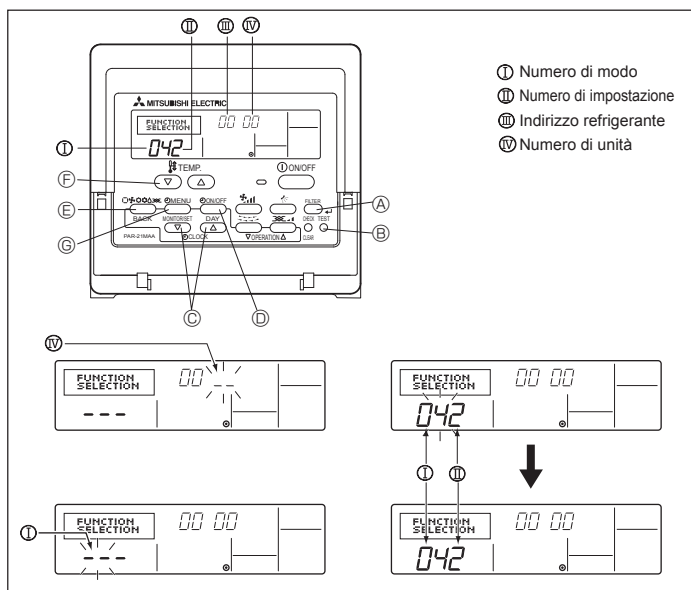

Fig. 6-9
1) Per il comando a distanza con filo (Fig. 6-9)
- ① Passare al modo di impostazione funzioni. Spegner il comando a distanza. Premere contemporaneamente i tasti FILTER (A) e TEST RUN (B) e tenerli premuti per almeno 2 secondi. FUNCTION inizia a lampeggiare.
- ② Usare il tasto (C) per impostare l'indirizzo refrigerante (III) su 00.
- ③ Premere (D) e [-] inizia a lampeggiare nell'indicazione del numero di unità (IV).
- ④ Utilizzare il pulsante (C) per impostare il numero dell'unità (IV) su 00.
- ⑤ Premere il tasto (E) MODE per designare l'indirizzo refrigerante/numero di unità. [-] lampeggia momentaneamente nell'indicazione di numero di modo (I).
- ⑥ Premere i tasti (F) per impostare il numero di modo (I) su 04.
- ⑦ Premere il pulsante (C) il numero del parametro attualmente impostato (II) lampeggerà. Utilizzare il pulsante (F) per cambiare il numero del parametro in funzione della tensione di alimentazione